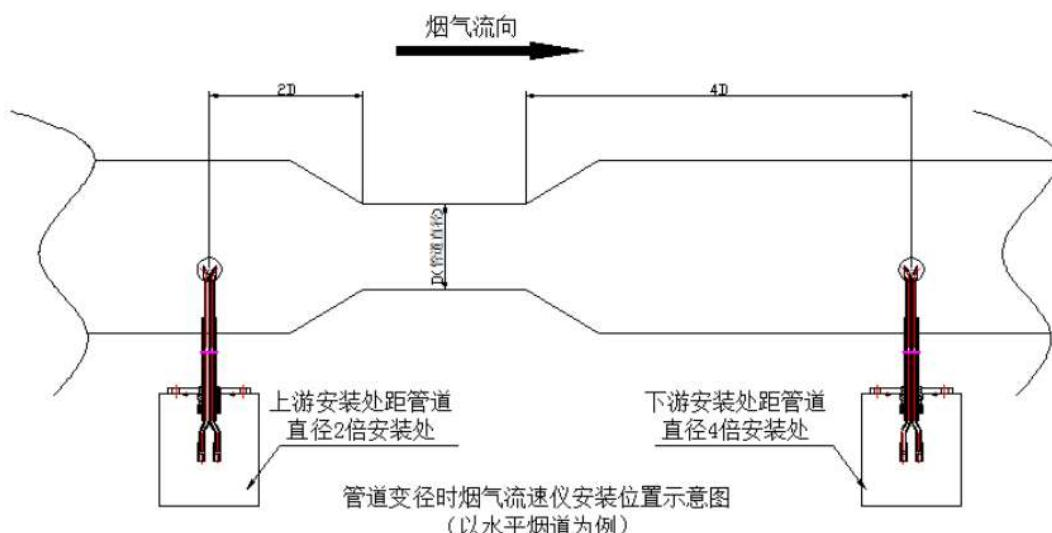
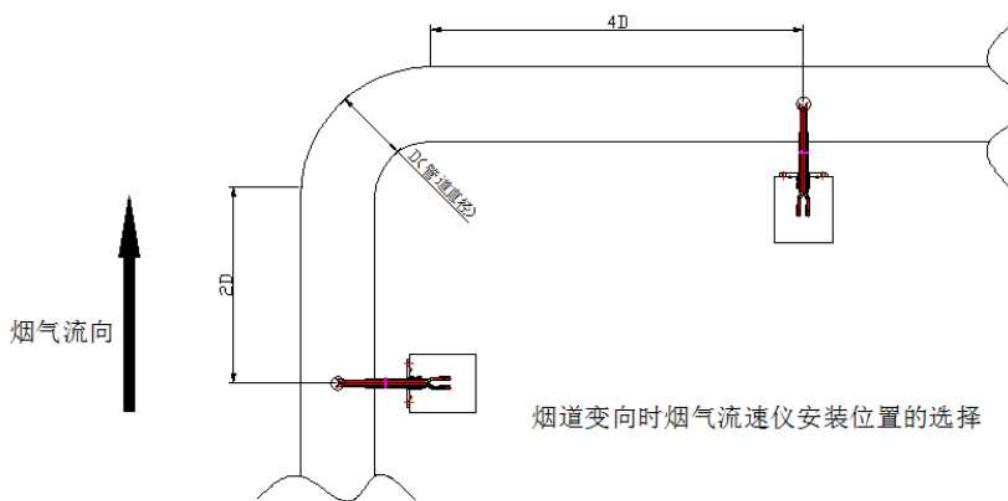

图1 烟道断面急剧变化时位置的选择
图 2 烟道拐弯处位置的选择
- b) 测定位置应避开烟道弯头和断面急剧变化的部位。应设置在距弯头、阀门、变径管下游方向不小于4倍直径，和距上述部件上游方向不小于2倍直径处；如图1、图2所示。